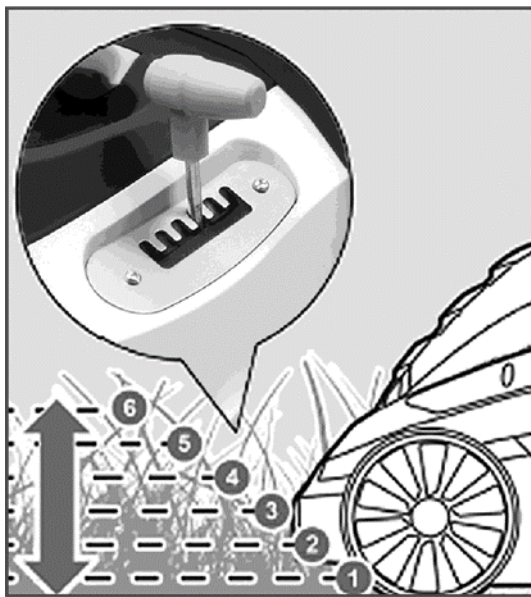

Рис. 8 Регулировка высоты кошения
2. Отрегулировать высоту кошения. Высота кошения может быть выбрана из шести значений от минимального — 20 мм до максимального 70 мм и установлена при помощи изменения положения рычага регулировки высоты кошения, как показано на Рис. 8.